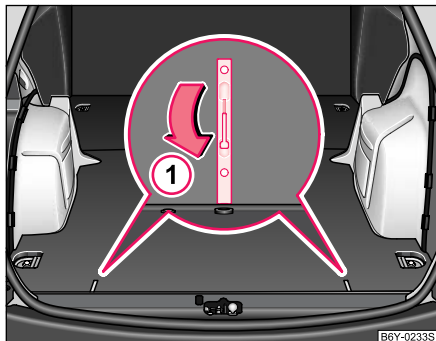

Abb. 172 Die Sicherung des Laderaumbodens
- Zuerst den Boden durch Umklappen der Hebel in die Position ① entsichern ⇒ Abb. 172.